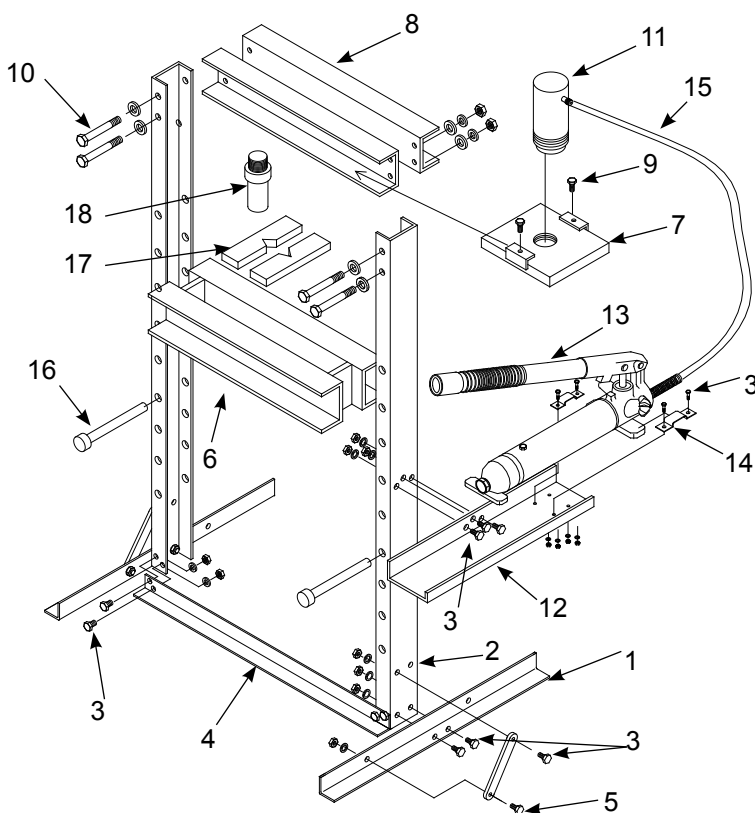

Figure 5 - Illustration d'assemblage
**Modèles 60123 et 60253 :** (voir figure 5).
1. Fixez les pattes de la base (1) aux profilés en C debout (2) avec des boulons, des rondelles de blocage et des écrous (3). Serrez-les seulement à la main.
2. Fixez la traverse inférieure (4) aux profilés en C debout (2) avec des boulons, des rondelles de blocage et des écrous (3).
3. Fixez les tiges de support (5) aux pattes de la base (1) et aux profilés en C (2) avec des boulons, des rondelles de blocage et des écrous (3).
4. Glissez le cadre du banc (6) le plus possible vers le bas entre les profilés en C (2).
5. Glissez la plaque supérieure (7) sur les traverses supérieures (8). Ensuite, fixez-la à l'aide de boulons (9).
6. Fixez l'assemblage des traverses supérieures (8) aux profilés en C debout (2) avec des boulons, des rondelles plates, des rondelles de blocage et des écrous (10).
7. Vissez le piston (11) sur la plaque supérieure (7) assemblée avec les traverses supérieures (8).
8. Fixez le support de la pompe (12) aux profilés en C debout (2) avec trois boulons, les rondelles de blocage et les écrous (3).